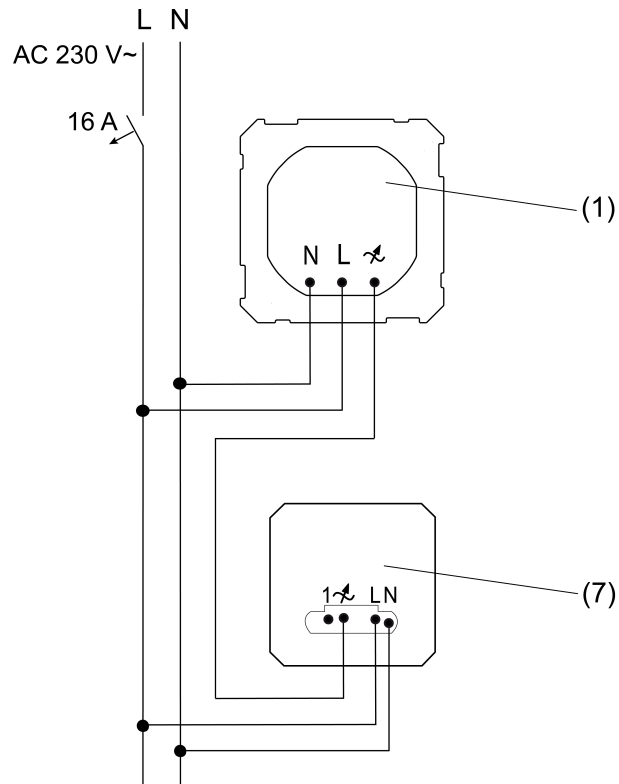
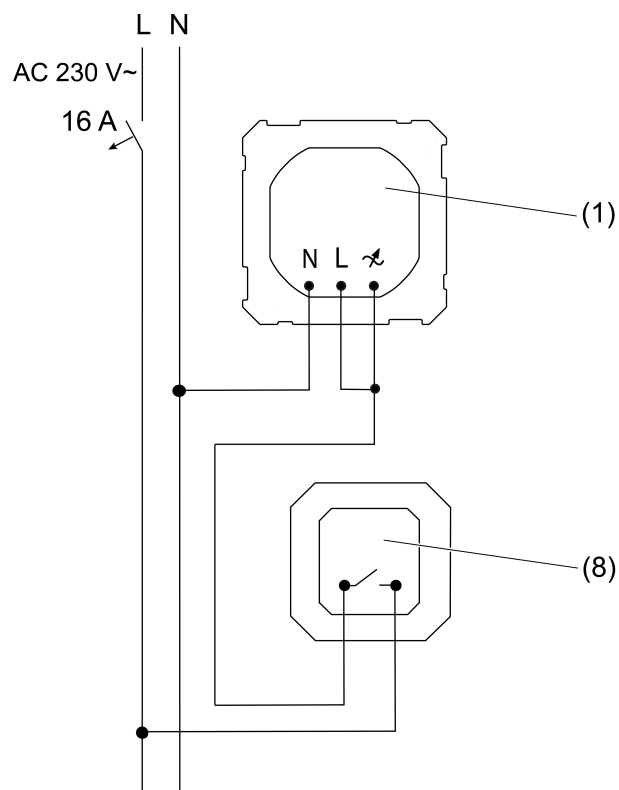

Figure 3: Pour appliques lumineuses variables : schéma de raccordement pour variateur LED trifilaire (7)
Figure 4: Pour appliques lumineuses non variables : schéma de raccordement pour mécanisme de commutation (8)
- Variateur LED avec raccordement trifilaire (7) (Figure 3)
- Raccorder l'appareil encastré Plug & Light (1) pour les appliques lumineuses non variables conformément au schéma de raccordement suivant :
- Mécanisme de commutation (8) (Figure 4)